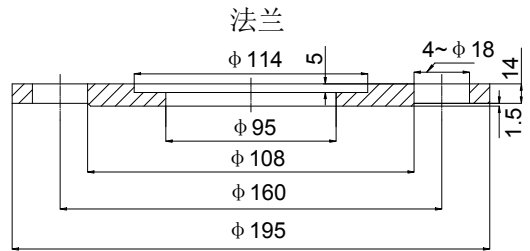
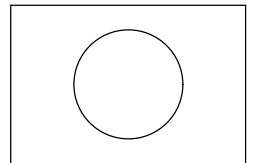
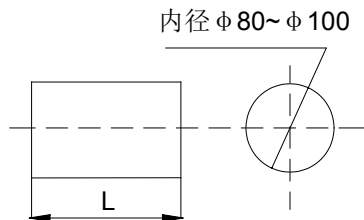

图 4
图 5
图 6
(2) 准备法兰、钢管及钢板 (见图 4、图 5、图 6) 约 300X500mm 铁皮仓顶不用此板, 水泥仓顶应准备此板。在铁板上开孔, 孔径=铁管外径 $\delta=8\sim 10\text{mm}$ 。